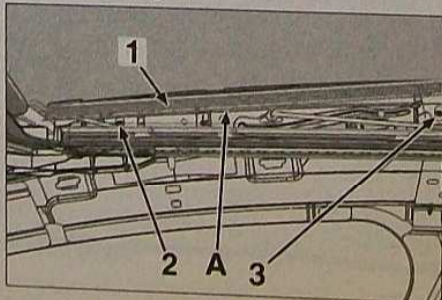

FIG. 58
Déclipser le soufflet de protection (1) sur toute sa longueur en A (Fig.58).